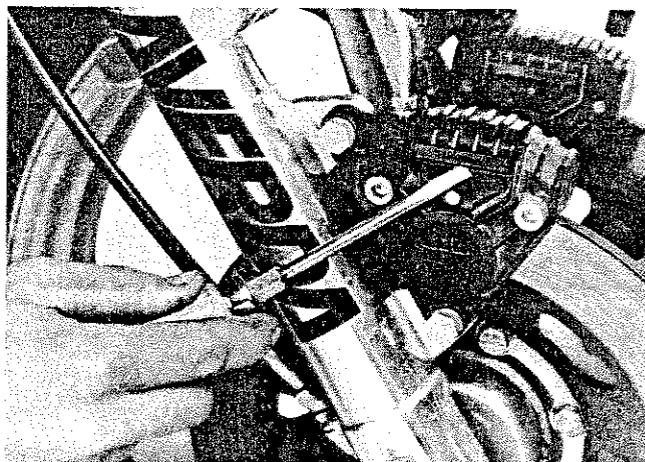

Fig. 188
- 1) Togliere con un cacciavite la protezione superiore montata a pressione (Fig. 188).
- 1) Using a screwdriver remove the pressure-fitted top cover (Fig. 188).